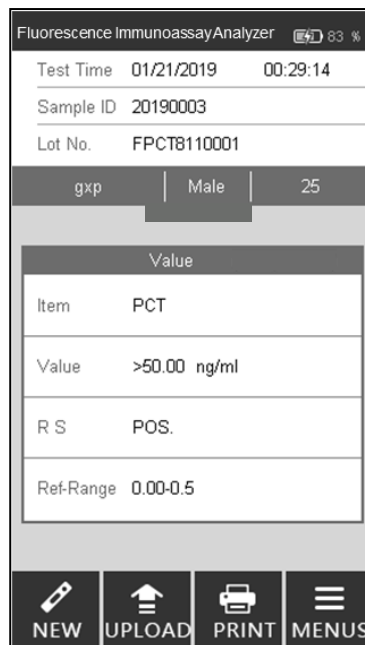

Abb. 34
Schritt 8: Die Ergebnisse werden nach dem Test angezeigt. (Siehe Abb. 34)
Schritt 8: Die Ergebnisse werden angezeigt, wenn der Test abgeschlossen ist. (Siehe Abb. 34)